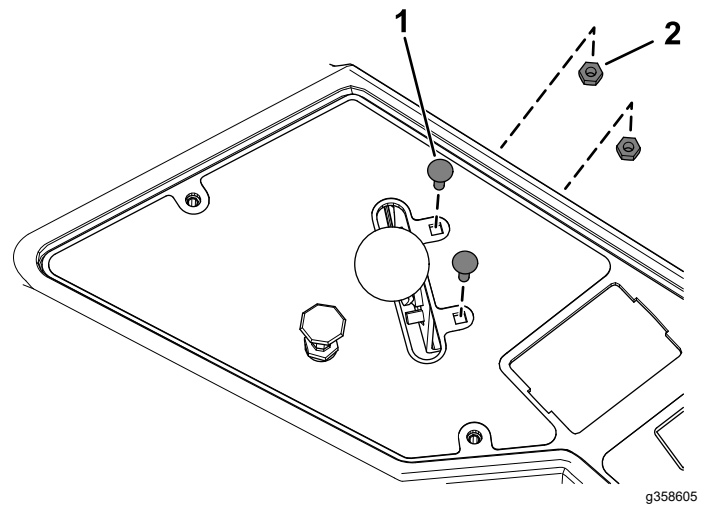

Bild 20
2. Entfernen Sie die beiden Schrauben und Muttern, mit denen der Gasbedienungshebel am Armaturenbrett befestigt ist (Bild 20).